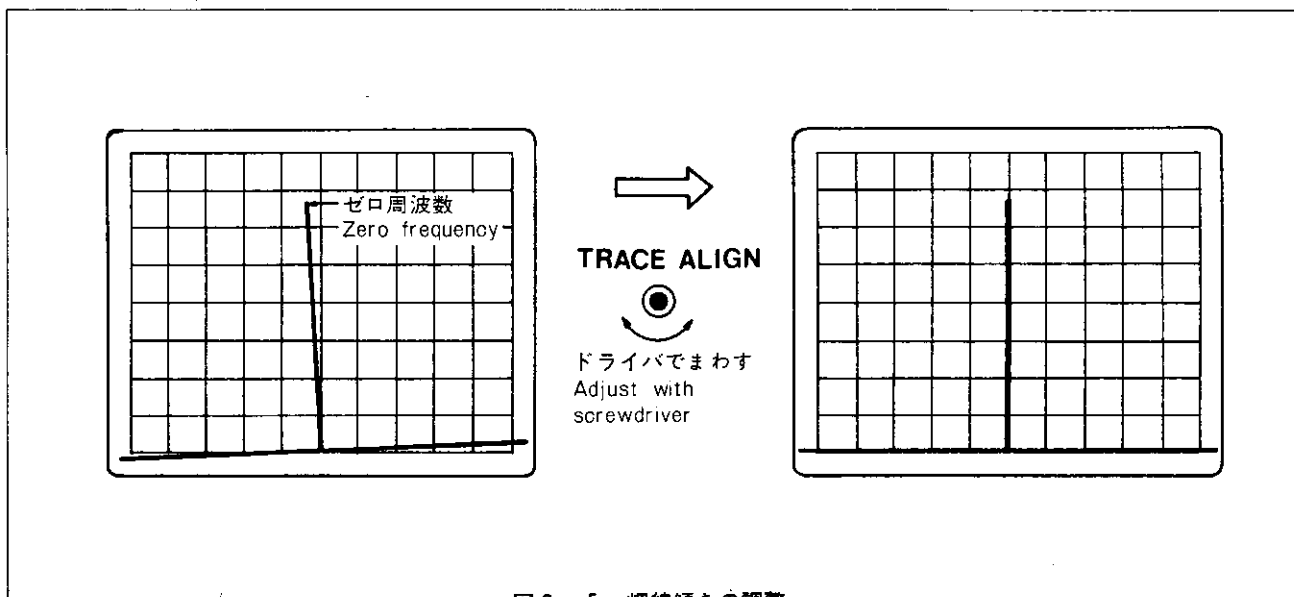

図 2-5 輝線傾きの調整
7. CRT ディスプレイの横軸目盛りに対して輝線が傾いているときは、**TRACE ALIGN** をドライブでまわして調整します。〔図 2-5〕
輝線が地磁気や磁気装置などの直流磁界の影響を受けて傾いた場合は、正面パネルの**TRACE ALIGN**の半固定ボリュームで横軸と平行になるように調整します。〔図2-5を参照〕